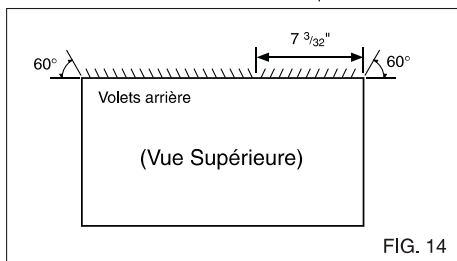

FIG. 14
- 1** Réorientez les volets sur la partie postérieure du manchon selon un angle de  $60^\circ$ , comme montré dans la figure 14. Il est recommandé de le faire à l'aide de pinces.